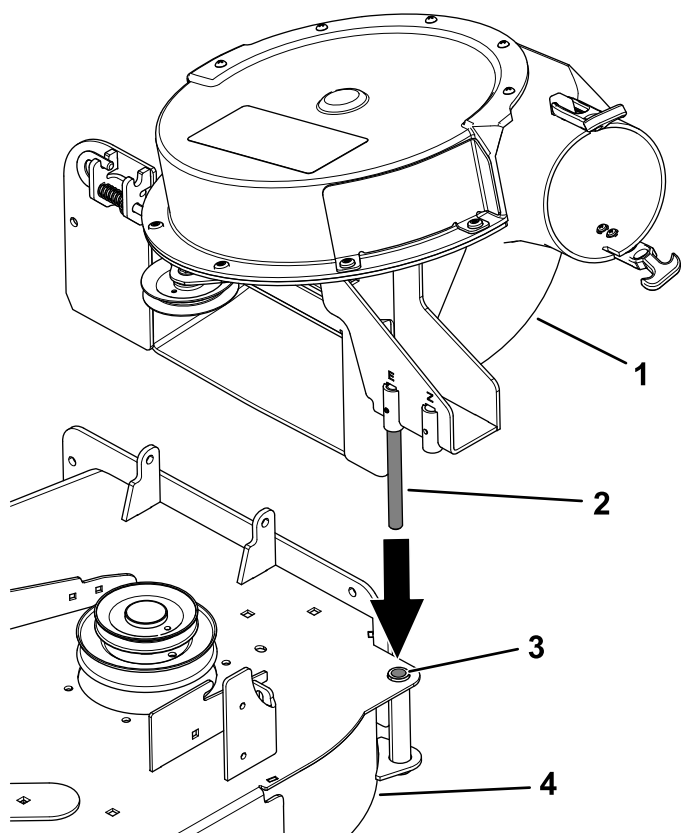

Figure 18
1. Placez l'axe de pivot sur le ventilateur en face du trou correspondant dans le plateau de coupe (Figure 18).
3. Abaissez le ventilateur et enfoncez l'axe de pivot dans le trou de pivot (Figure 18).